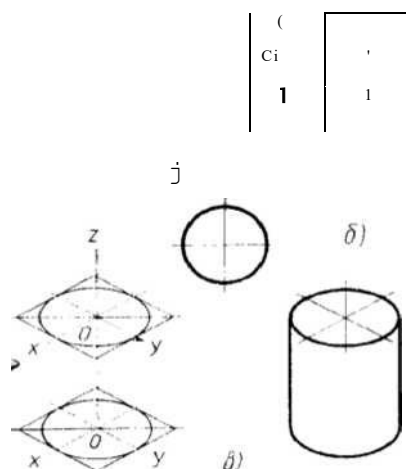

Рис. 7
4. Построить цилиндр (рис.7)
- построить главный вид и вид с верху (рис.7б)
- вычертить оси координат (рис.7в)
- построить нижнее основание цилиндра, которое проецируется в эллипс (рис.7в)
- из центра эллипса провести перпендикуляр, на котором нужно отложить высоту цилиндра и через полученную точку построить оси координат (рис. 7в)
- построить верхнее основание цилиндра (рис. 7в)